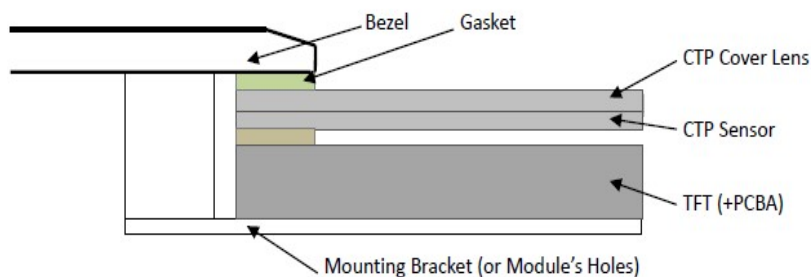

Figure 1
9.1 Bezel Mounting (Figure 1)
9.1 面框安装（附图 1）